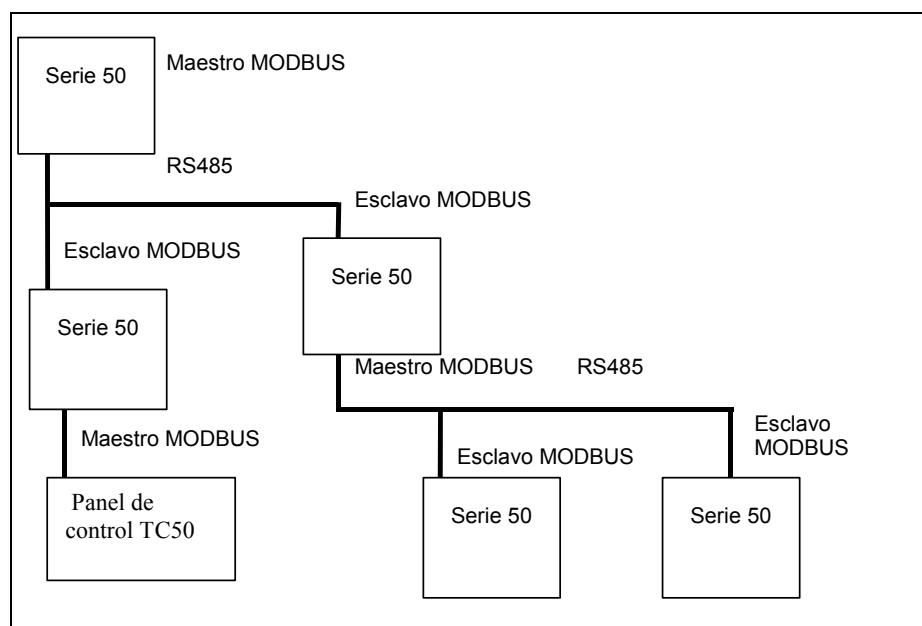

Figura 7-5: Conexión de red entre unidades centrales
- **Conexión de red entre unidades centrales (ver Figura 7-5)**